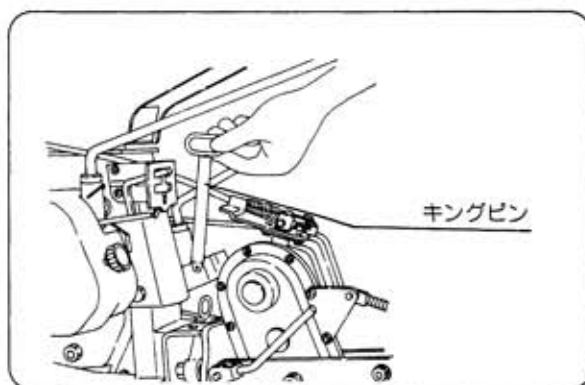

図1
- ① 本機（ティラー）の後部ヒッチとロータリ本体の連結金具にキングピンを差込みます。（図1）